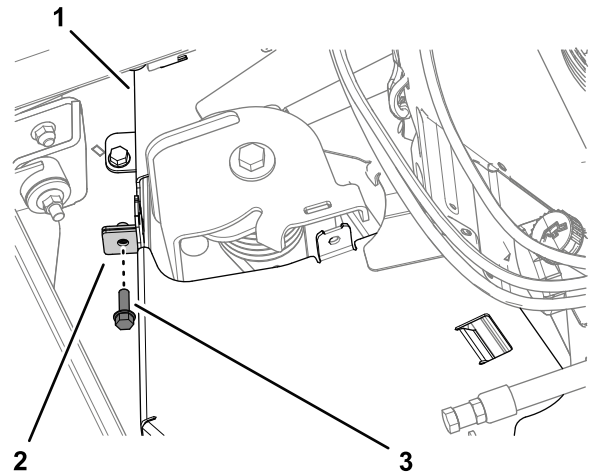

Figuur 43
2. Monteer de linker CE-kap aan de linker drijfriemkap (Figuur 43) met de 2 slotbouten en 2 borgmoeren die u hebt verwijderd in De linker drijfriemkap verwijderen \(bladz. 30\).